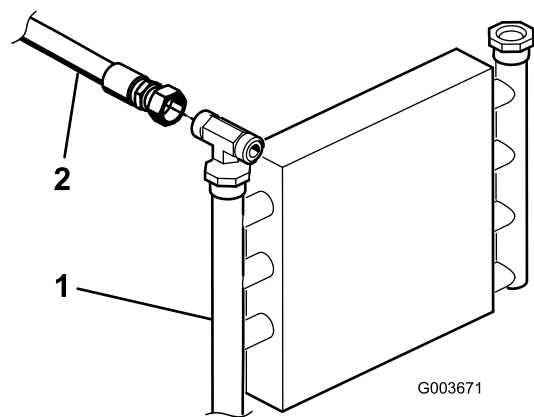
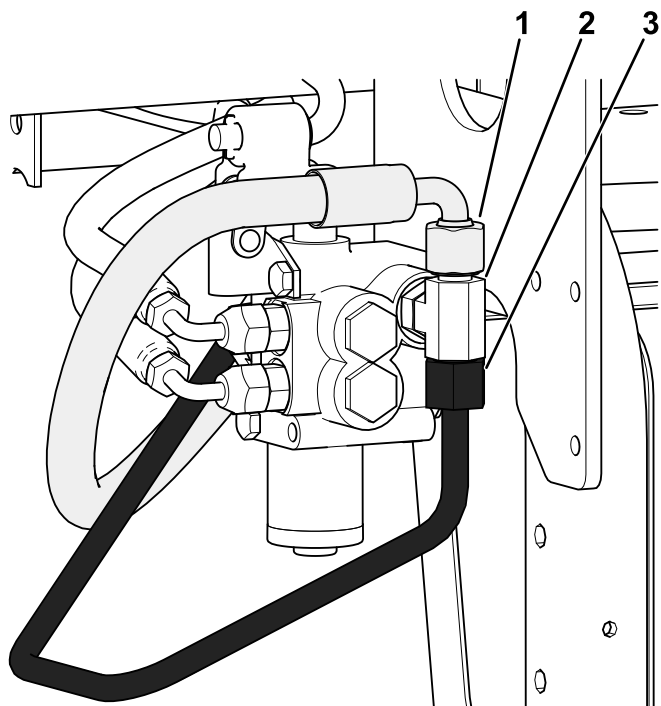

図 4
図 6
- C. 図 6に示すように、油圧ホース (144-1367) をT字継手 (340-94) から外す。
1. オイルクーラーから既存のリフトバルブに向かう油圧チューブを見つける(図 4)。
3. オイルクーラーとリフトバルブから油圧チューブを外す 図 4および 図 6。